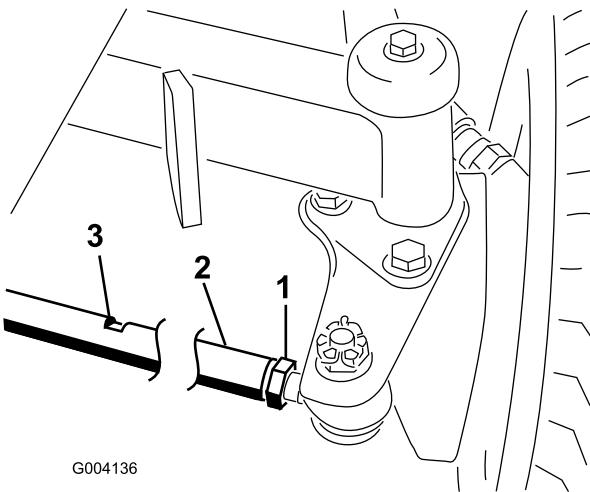

Figura 71
2. Allentate il controdado da ciascun lato del tirante (Figura 71).